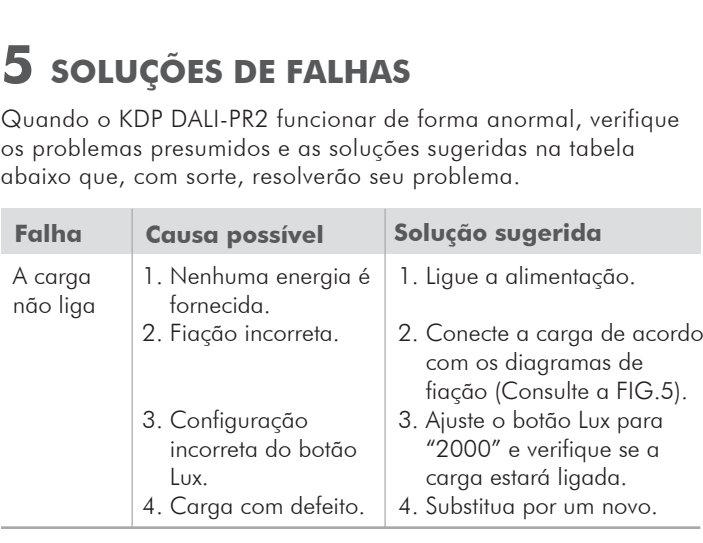

FIG.11
- A parte sombreada dos escudos das lentes na FIG.11 se refere às partes cortadas.